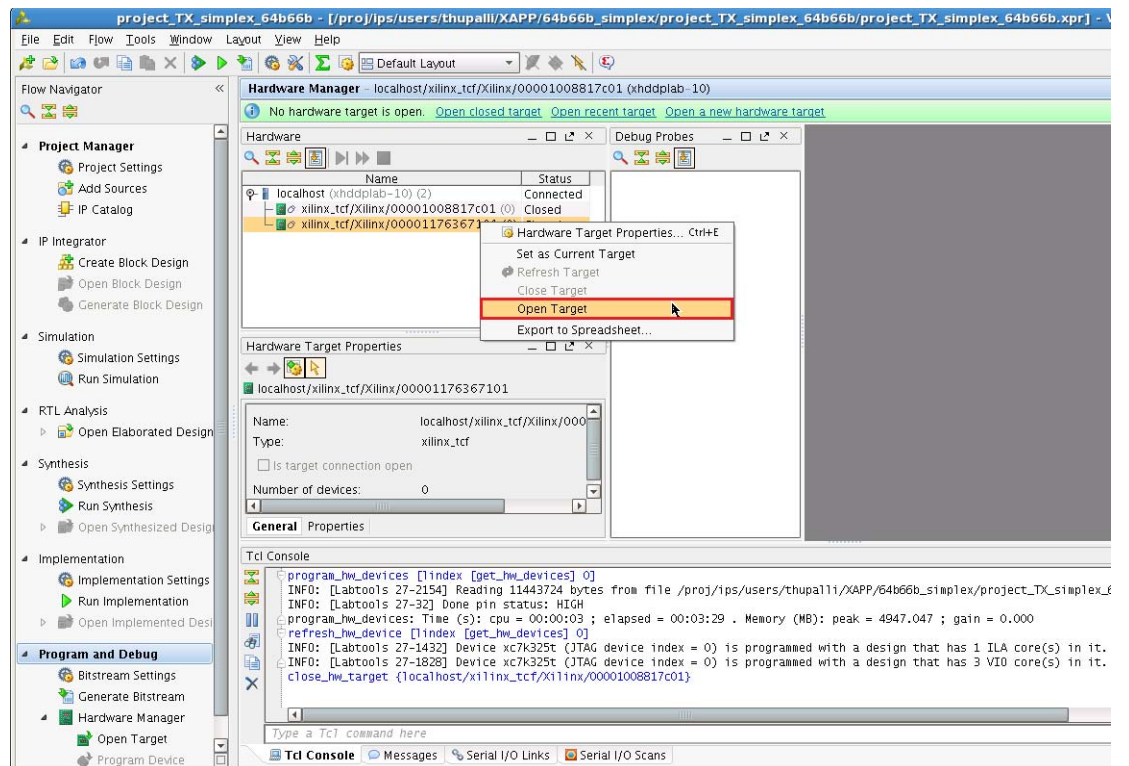

図 22 : 2 つ目のターゲット プラットフォームを開く
10. [Hardware] ビューで 2 つ目のターゲット プラットフォームを右クリックし、[Close Target] をクリックします (図 22)。